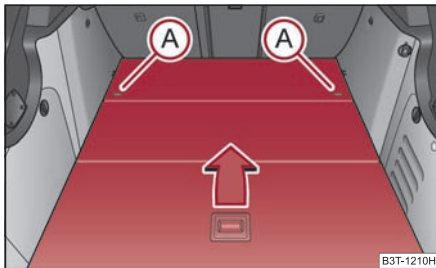

Abb. 96 Gepäckraum: variablen Ladeboden ausbauen
- Entriegeln Sie durch Drehen der Sicherungsösen ① nach links um ca. 90° den Ladeboden ⇒ *Abb. 96*.